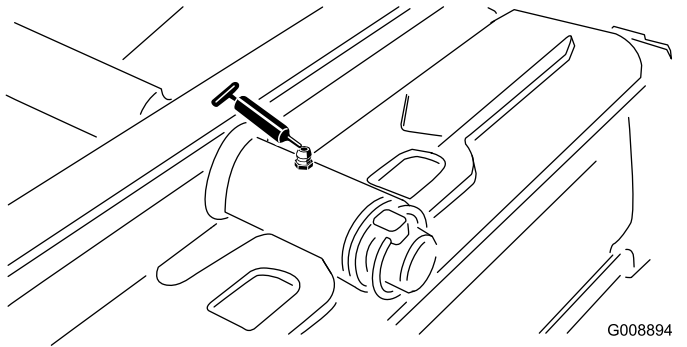

Figure 28
- Pivot d'unité de coupe arrière (Figure 28)